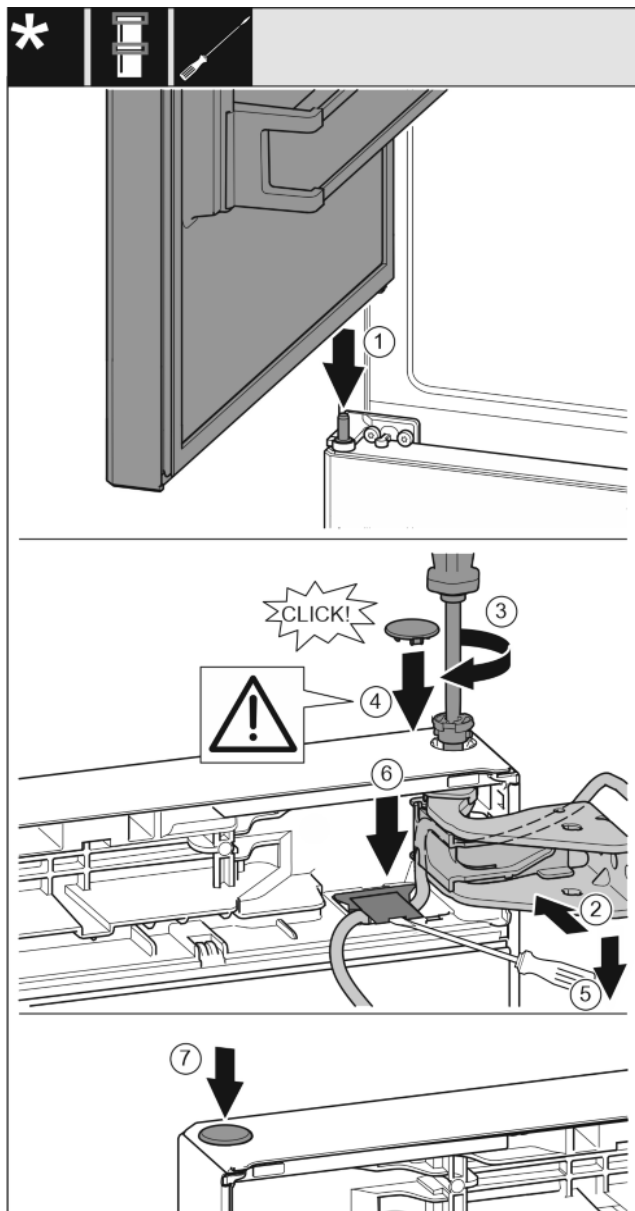

Fig. 33
- ▶ Așezarea ușii superioare pe bolțul central de lagăr Fig. 33 (1)
- ▶ Aliniați ușa sus spre deschizătură în suportul de lagăr. Fig. 33 (2)
- ▶ Introduceți bolțul și înșurubați-l ferm cu șurubelnița T15. Fig. 33 (3)
- ▶ Montarea capacului de siguranță pentru siguranța ușii: Introduceți capacul de siguranță și controlați dacă este așezat pe ușă. În caz contrar, introduceți complet bolțul. Fig. 33 (4)
- ▶ Cu șurubelnița plată ridicați și extrageți apărătoarea. Introduceți apoi cablul dedesubt. Fig. 33 (5)
- ▶ Introduceți din nou apărătoarea și apăsați în jos până când se fixează în poziție. Fig. 33 (6)
- ▶ Introduceți dopul. Fig. 33 (7)